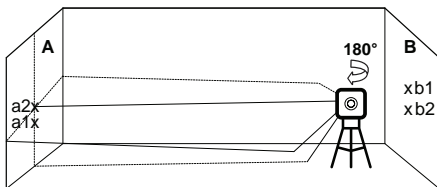

Figura 4
- 8) Rotiți nivela laser la 180° către peretele A și marcați pe peretele centrul liniilor încrucișate cu **a2** (vezi Figura 4).